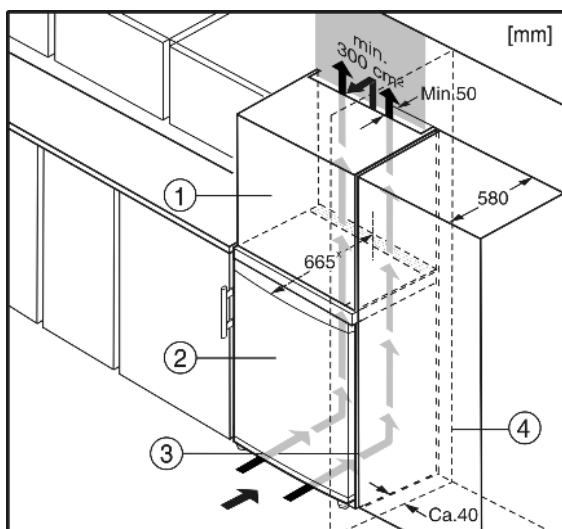

Fig. 6
Het apparaat Fig. 6 (2) kan worden ingebouwd in de keuken. Om het apparaat aan de hoogte van het keukenblok aan te passen, kunt u er een passende opbouwkast Fig. 6 (1) op plaatsen.
Bij ombouw met keukenkasten (max. diepte 580 mm) kan het apparaat direct naast de keukenkast Fig. 6 (3) worden opgesteld. Ten opzichte van het keukenkastfront steekt het apparaat opzij 70 mm \* en in het midden van het apparaat 85 mm \* uit.
Plaast u het apparaat met de scharnierkant naast een muur Fig. 6 (4), dan moet de afstand tussen apparaat en muur minstens 40 mm bedragen. Dit in verband met het uitsteken van de deurgreep bij een geopende deur.